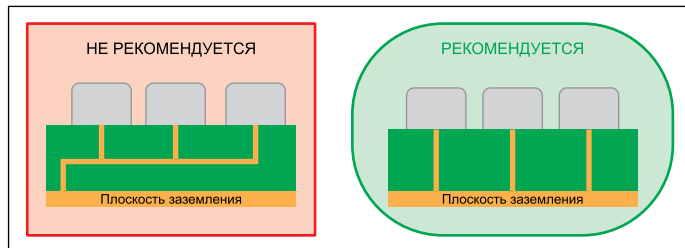

Рис. 4. Рекомендованные соединения для эффективного заземления
- Никогда не объединяйте переходные отверстия или дорожки заземления (рис. 4). Рекомендуется использовать отдельные переходные отверстия и дорожки для подключения к плоскости заземления.